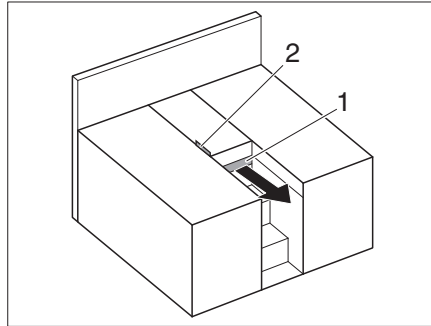
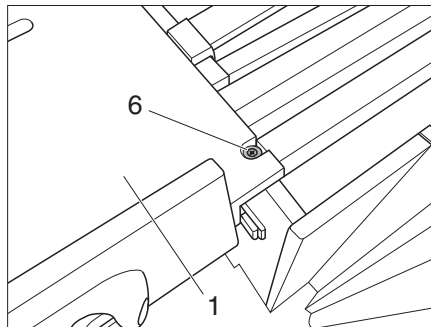

Fig. 179 Camas individuales
Fig. 181 Perno de bloqueo para la extensión
- Desenganchar la cinta de sujeción (Fig. 179,2) y extraer el extractor (Fig. 179,1).
- Asegurar la extensión (Fig. 181,1) en el perno de bloqueo (Fig. 181,6) o utilice el perno de bloqueo (Fig. 181,6) como tope para la extensión (dependiendo de la distribución).
- Levantar la extensión (Fig. 181,1) del perno de bloqueo (Fig. 181,6).
- Insertar extractor (Fig. 181,1) y enganchar cinta de sujeción (Fig. 179,2).